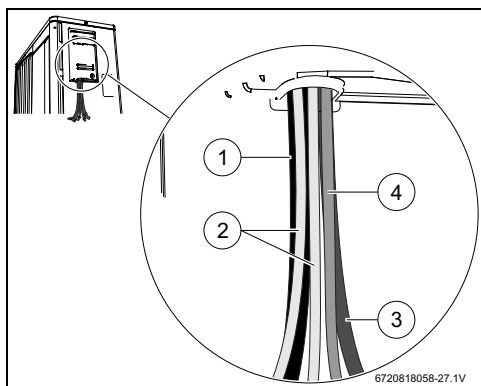

Fig. 41 Faire passer les câbles de sonde et de communication par le couvercle de protection
- Poser les câbles comme indiqué dans la figure 41. Poser les câbles de sondes [2] et les câbles de communication [4] sur le câble de réseau [1] et le câble de connexion avec le ballon [3].